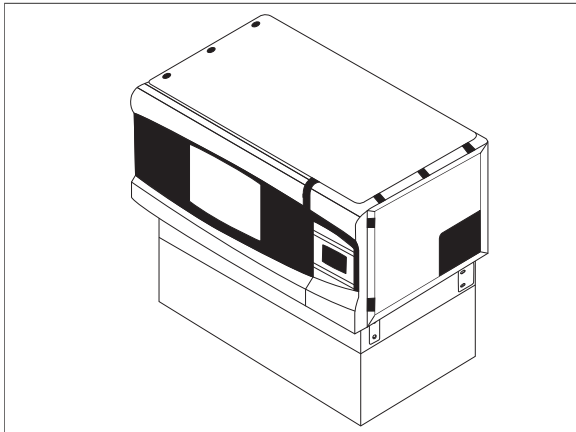

Fig. 4-6: Supporti fissati saldamente
6. Con i supporti per gli angoli fissati in posizione, l'agitatore montato sulla sua base si presenterà come raffigurato in Fig. 4-6.